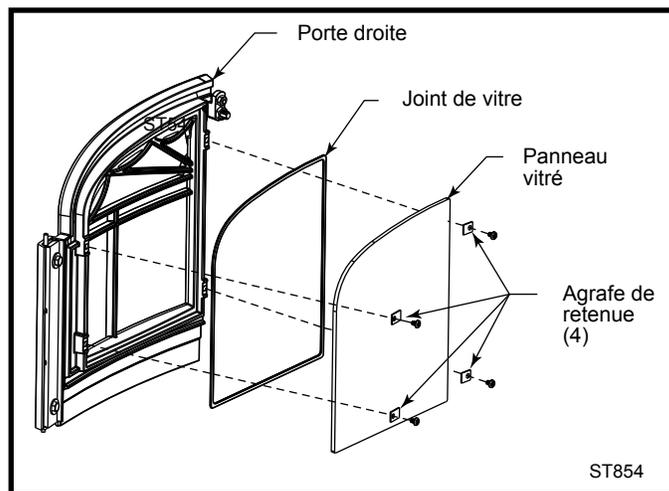

Fig. 42 Vue éclatée de l'ensemble vitré.door.
2. Fixez la vitre sur les deux portes à l'aide des agrafes de retenue. Serrez toutes les vis. (Fig. 42)